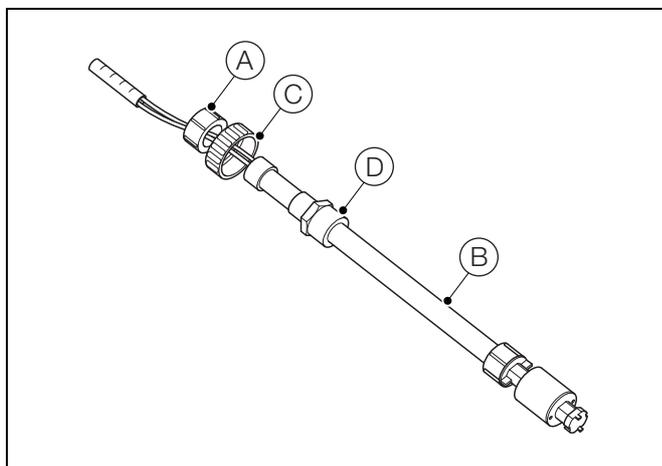

Fig. 4.12 Sensor de nivel de reactivo
Tenga cuidado al instalar los reactivos para evitar que se contaminen. Mantenga seco el sensor de nivel de reactivo y evite manipular el vástago. Sujete el sensor de nivel por el anillo de fijación (A); consulte la Fig. 4.12.